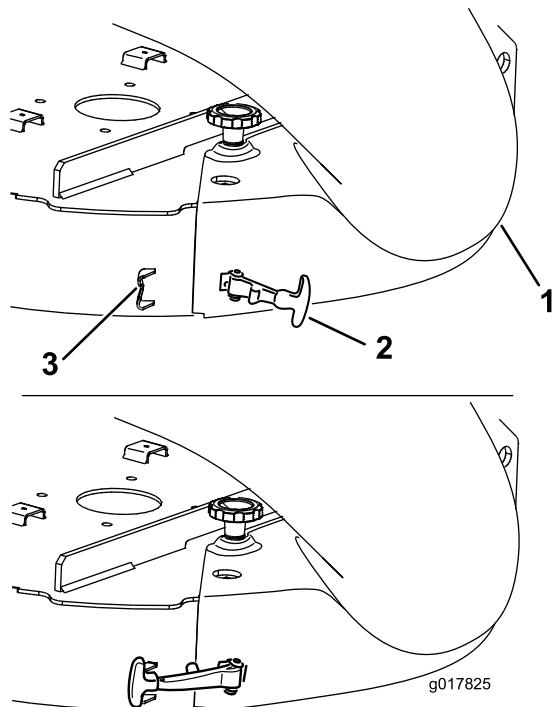

Figura 22
6. Enganche el cierre flexible del conducto en el soporte de retención soldado a la carcasa de corte, detrás del orificio (Figura 22).